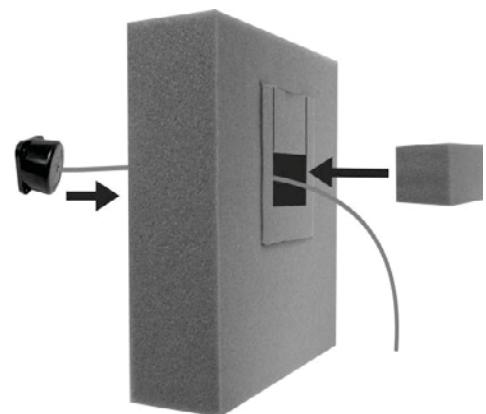

図 15. DM5 と小スポンジのスポンジエンクロージャへの配置
- 図15に示されるように、取り付けブラケットの穴にアンテナケーブルのコネクタを挿入し、六角ナットをコネクタに締めて、ブラケットを所定の場所に固定します。